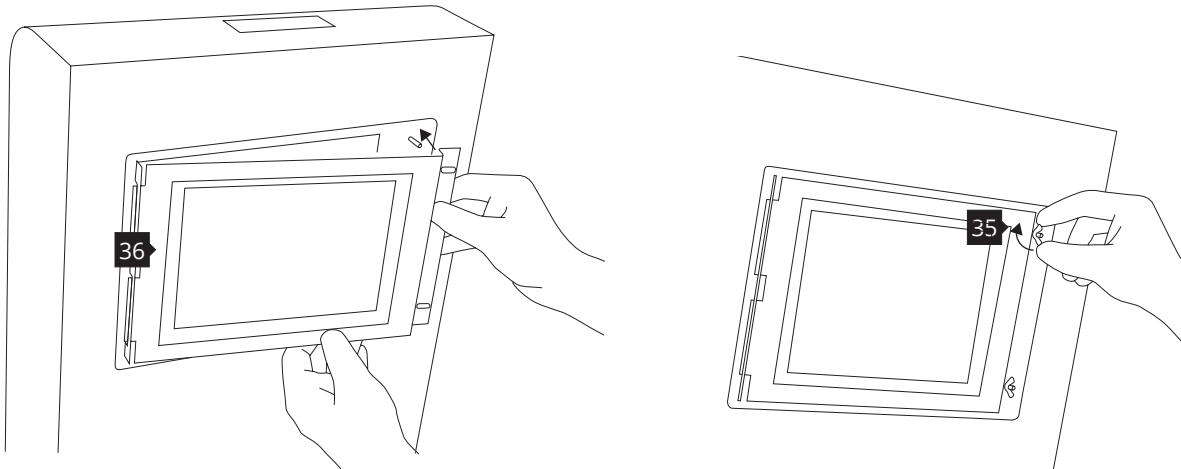

Abbildung 11. Richtige Positionierung des LASER PROTECTIVE GLASS auf dem Heiz­modul.
12. Montieren des Modul­glases: Schieben Sie die Metalllaschen des LASER PROTECTIVE GLASS-Moduls in die Verriegelungshaltern auf der linken Seite **36**. Drücken Sie leicht auf die Dichtung. Nachdem Sie es perfekt eingesetzt haben, schrauben Sie die beiden Flügel­muttern **35** auf der rechten Seite fest (Abbildung 11).